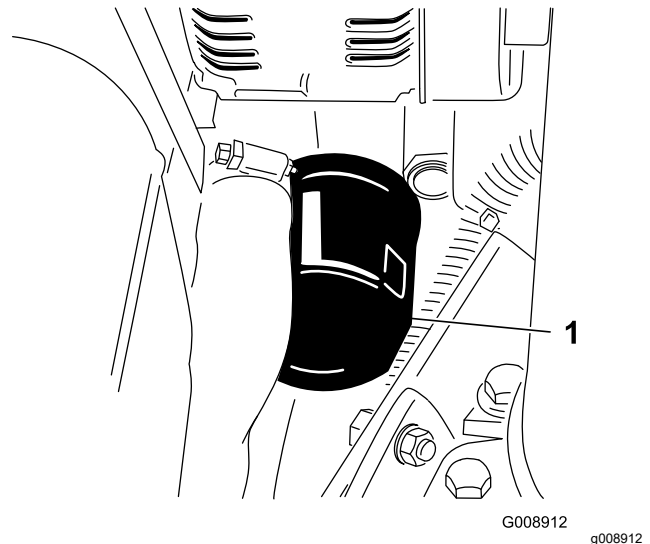

Figura 62
- Retire el filtro de aceite (Figura 62).